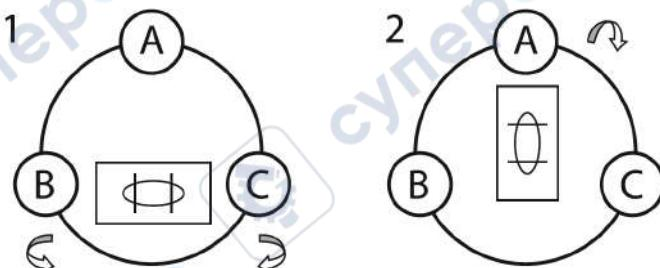

Рис. 5-3
2) Поверните алидаду таким образом, чтобы ось цилиндрического уровня стала параллельна линии, соединяющей B and C. Настройте подъёмные винты B и C таким образом, чтобы цилиндрический уровень оказался отцентрован (как показано в части 1. Рис. 5-3).